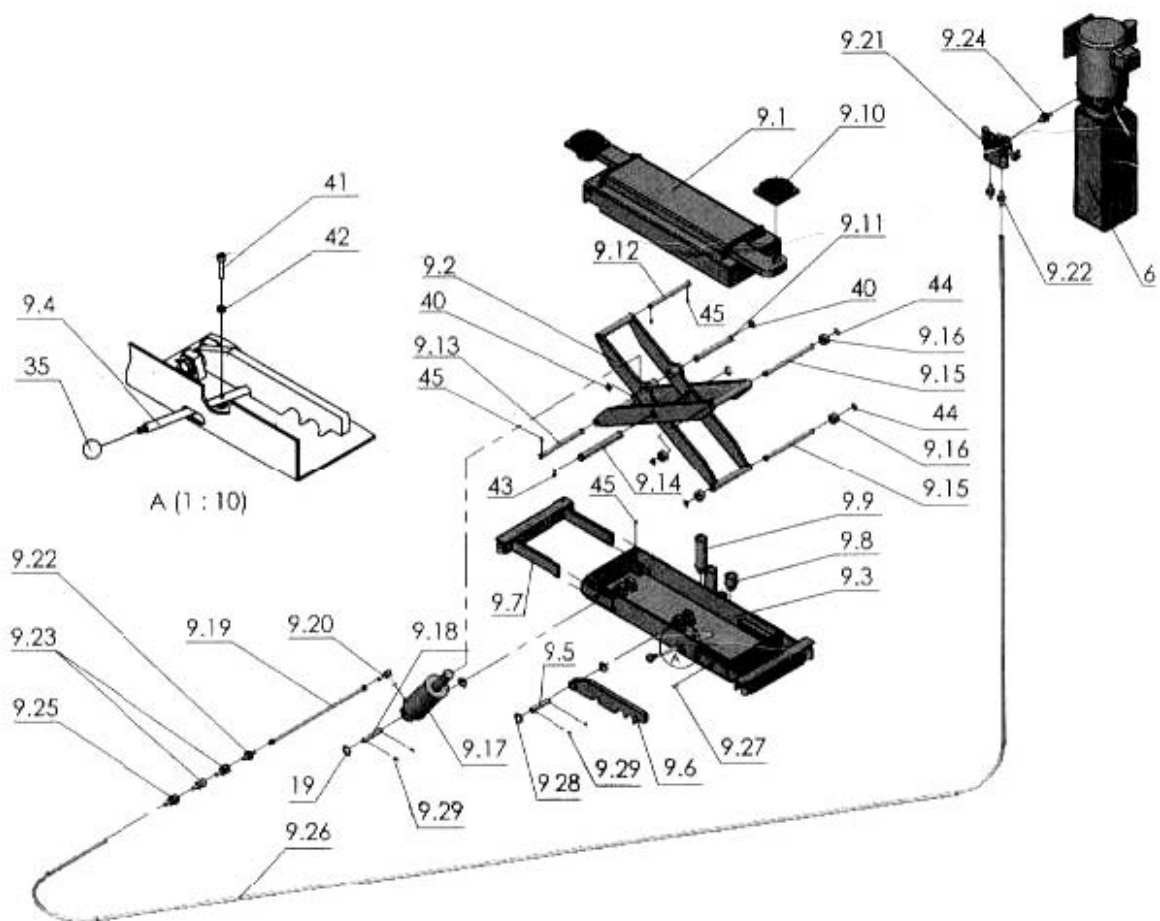

Рис.15
- 1 Рисунок: 15
- д. Если траверса не нужна, рукоятку клапана (9.21) следует переключить на шланг (52). Трапы можно будет поднять нажатием кнопки ПУСК и опустить, нажав рукоятку клапана (A8).